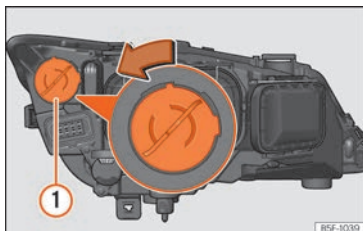

Abb. 108 Tagfahrleuchte.
- Drehen Sie den Lampenträger » **Abb. 108** ① nach links und ziehen Sie.